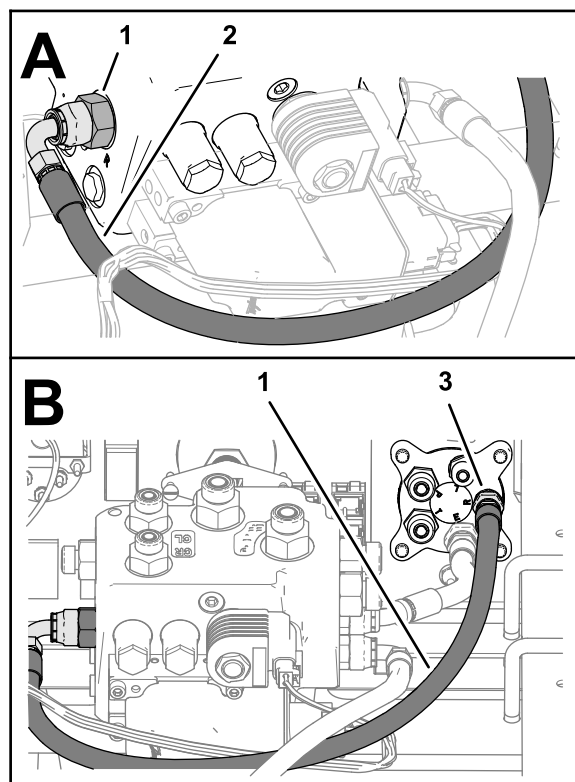

Figure 117
5. Branchez le raccord à 90° du flexible de 6 x 673 mm (¼ x 26½ po) au raccord de l'orifice R du distributeur de direction EHI (**Figure 117**).
6. Branchez le raccord droit du flexible de 6 x 673 mm (¼ x 26½ po) au raccord de l'orifice R du distributeur de direction, et serrez les deux raccords (**Figure 117**).